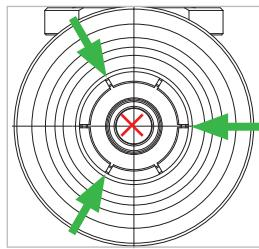

Abbildung 7
Hinweis: Achten Sie darauf, dass kein Reinigungsmittel in den Gaskanal (Abbildung 7) gelangt.
- ▶ Geben Sie je einen kurzen Sprühstoß mit dem Zielröhrchen zwischen jede zweite Spannzange (*Abbildung 7*).
Achtung: Der Schmierstoff darf nicht in den Gaskanal gelangen (*Abbildung 7*).